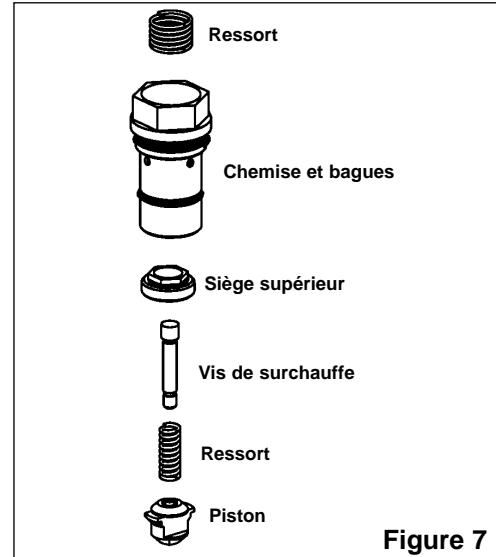

Figure 7
- démonter les composantes du piston tel qu'indiqué dans la Figure 7 (utiliser la clé à douille 1/2" pour enlever le siège supérieur)